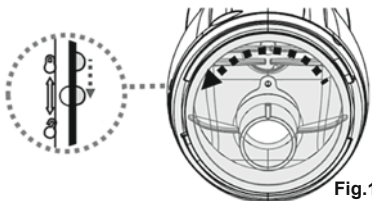

Fig.1
2. Sujete el cuerpo de la aspiradora eléctrica y gire la cubierta en sentido antihorario hasta que la marca blanca de la cubierta alcance la marca de desbloqueo (fig. 1). Separe la cubierta y retire la bolsa del filtro/jaula del filtro de la aspiradora eléctrica.